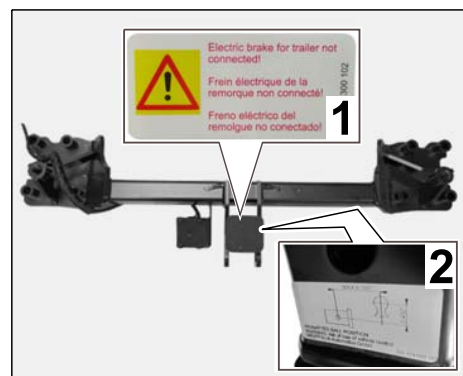

Рис. 16
- 2.7.2 Приклеить наклейку с предупреждением “Elektric Brake for Trailer not connected” /Электрический тормоз для прицепа не подключен/ на чистой поверхности в хорошо видимом месте рядом с наклейкой “Ball Positon” /Положение шара/ или приборной панелью ($\Rightarrow$ Рис. 16).